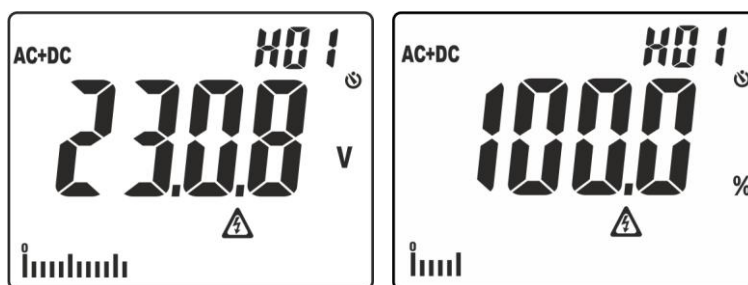

Fig. 3: Visualización amplitudes análisis armónico
- Pulsación simple de la tecla para visualización amplitudes de los armónicos de tensión y corriente hasta el 25° orden (**Hdc**, **H01... H25**) en formato absoluto o porcentual en con respecto a las fundamentales de las señales de entrada (para valores de tensión $V_{CA} > 0.5V$ y corriente $CA > 0.5A$ y frecuencia comprendida entre $42.5Hz \div 69Hz$) y el valor porcentual del parámetro **THD%** (ver el § 9.3) como se muestra en Fig. 3. Use las teclas $\blacktriangle/ZERO$ y $\blacktriangledown/\text{V}$ para aumentar/disminuir el orden del armónico